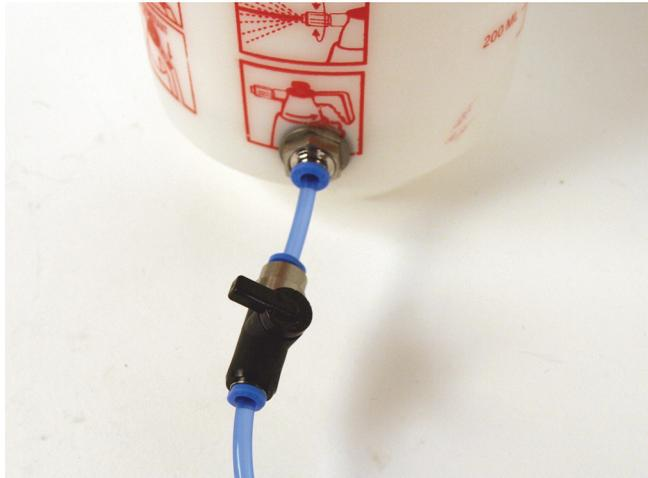

图 1-6 处于关闭位置的进水管阀门
1. 确保进水管的阀门已经关闭（参见第27页的图 1-6）。